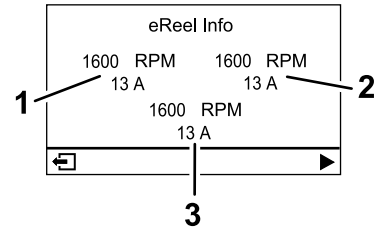

Figure 17
- **Écran d'information moteur UC (Figure 17) :** indique le régime et le courant du moteur de chaque unité de coupe.